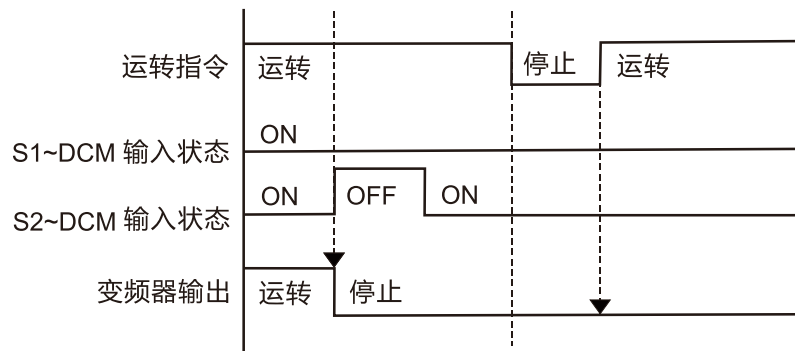

图 15-9
当 S1~DCM 运转时 ON (不要求有安全功能) 及 S2~DCM 为 OFF (要求有安全功能), 变频器会停止输出且面板会跳 STL2 异常。即使 S2 状态回复 (ON) 后, 无论参数如何设定, STL2 异常皆无法重置, 如下图 15-9。需进行整机断电后再上电之方式重置, 才能恢复正常待机状态。